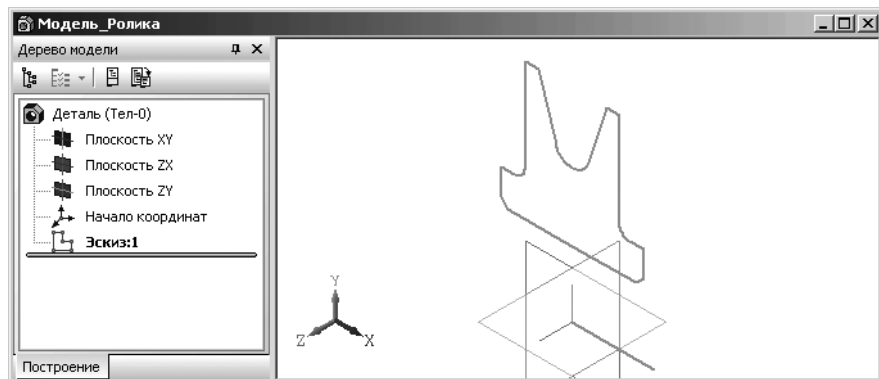

Рис. 4.35. Эскиз вращения для построения детали – Ролик в окне модели
- щелкните на панели инструментов **Вид** по раскрывающемуся списку **Текущая ориентация**, в нем по ориентации **#Изометрия XYZ**. Появится соответствующая ориентация построенного эскиза (рис. 4.35).